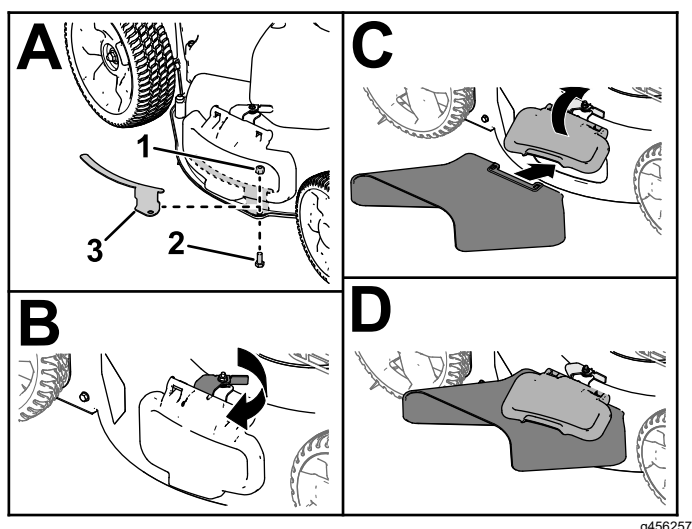

Figura 19
1. Retire o suporte do defletor de descarga lateral e os fixadores (A da Figura 19).
2. Destrancue e levante o defletor lateral e instale a calha de descarga lateral (B, C e D da Figura 19).
Importante: Instale o suporte do defletor quando não estiver a utilizar a calha de descarga lateral (A da Figura 19).